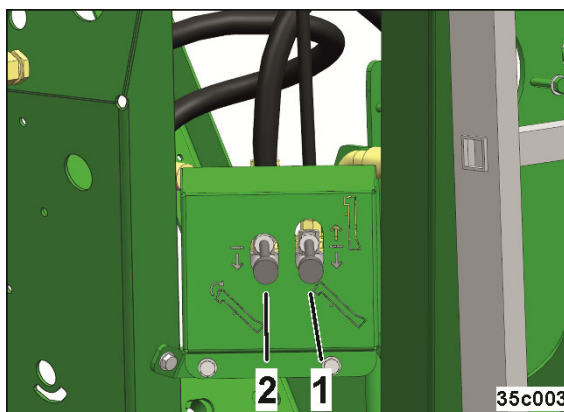

Fig. 248
4. Actionner l'ouverture de la vis (Fig. 248/1)
5. Remplir le réservoir (Fig. 248/2)